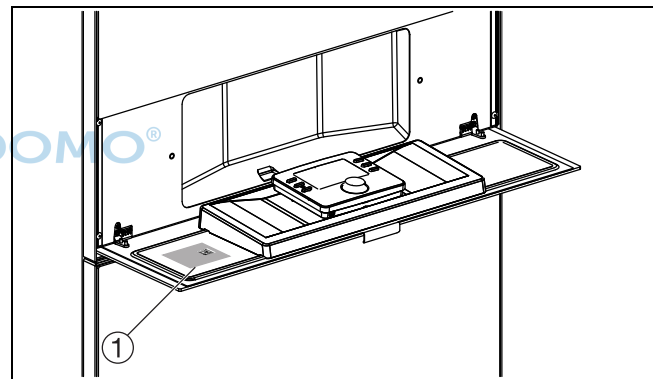

Bild 11 Typenschild des IP-Moduls
- Den werkseitig voreingestellten Loginnamen und das Passwort eingeben (auf dem Typenschild des Moduls aufgedruckt und in der Nähe des Wärmepumpenregelung angebracht, Abb. 11). Als einfachere Alternative kann auch der QR-Code gescannt werden.
- Das Typschild des neuen Moduls in der Nähe der Wärmepumpenregelung anbringen (Abb. 11).